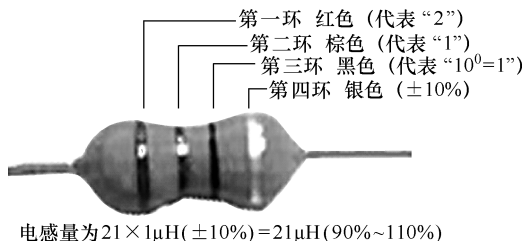

图 3-3 色码电感器参数的识别
(2) 色标法 色标法是采用色点或色环标在电感器上来表示电感量和偏差的方法。色码电感器采用色标法标注，其电感量和偏差标注方法同色环电阻器，单位为 μH 。色码电感器的各种颜色含义及代表的数值与色环电阻器相同，具体可见表 1-2。色码电感器颜色的排列顺序方法也与色环电阻器相同。色码电感器与色环电阻器识读不同仅在于单位不同，色码电感器单位为 μH 。色码电感器的识别如图 3-3 所示，图中的色码电感器上标注“红棕黑银”表示电感量为 $21\mu\text{H}$ ，偏差为 $\pm 10\%$ 。